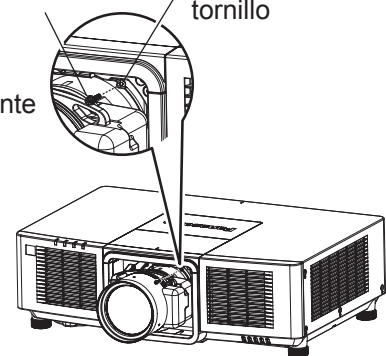

Figura 6
- Al conectar una lente de proyección que no sea la lente de zoom (Modelo N.º: ET-EMU100) al proyector, fije la lente de proyección al orificio de tornillo a la derecha de la lente de proyección utilizando un destornillador hexagonal de punta redondeada. (Figura 6)